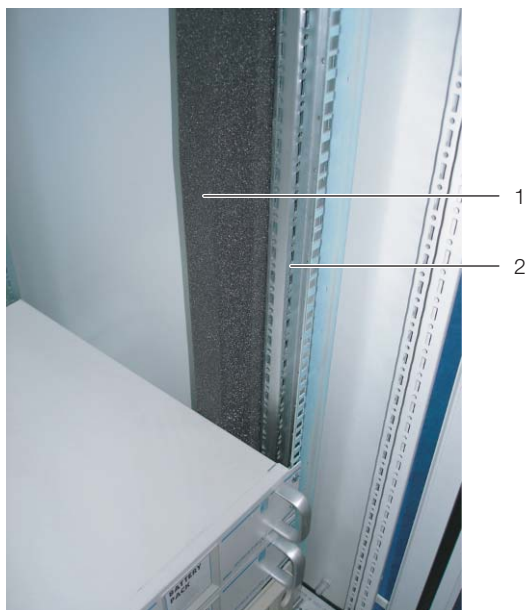

Рис. 25: Поролоновые полоски на одном профиле серверного шкафа
■ Закрепите более широкую (арт. № 3301.370 / 3301.320) из двух поролоновых полосок, являющихся комплектующими Liquid Cooling Package, снаружи на одном из передних профилей серверного шкафа (рис. 25). Обратите внимание на то, чтобы эти полоски были размещены с той стороны шкафа, с которой будет установлен Liquid Cooling Package.
■ При установке Liquid Cooling Package только с одной стороны: закрепите более узкую (арт. № 3301.380 / 3301.390) из двух поролоновых полосок, являющихся комплектующими Liquid Cooling Package, снаружи на одном из передних профилей серверного шкафа (рис. 25). Обратите внимание на то, чтобы эти полоски были размещены с той стороны шкафа, с которой будет установлена боковая стенка.